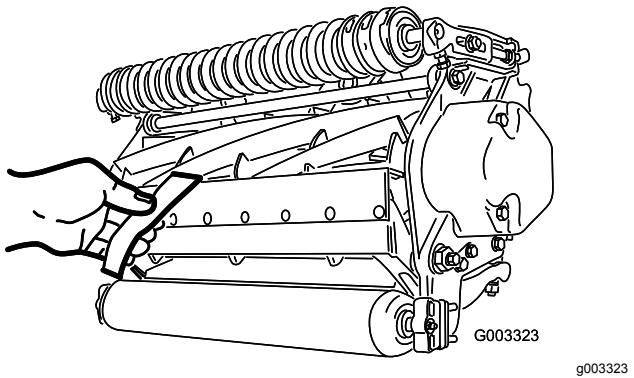

Figura 14
- Teste o desempenho de corte inserindo uma tira comprida de papel desempenho de corte Toro entre o cilindro e a lâmina de corte, perpendicular à lâmina de corte (Figura 14).